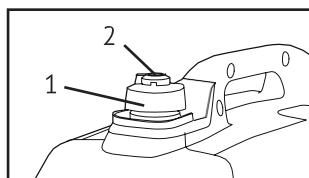

Рис. 8
После полного охлаждения двигателя поверните воздушный клапан (2) крышки топливного бака (1) в положение «ВЫКЛ./OFF», (рис. 8) (для моделей HHY 1050, HHY 2050Si и HHY 3050Si).